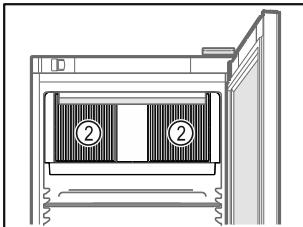

Fig. 62
- Oslobođite ventilacijske proreze Fig. 62 (2) za ventilator optočnog zraka u unutrašnjosti.